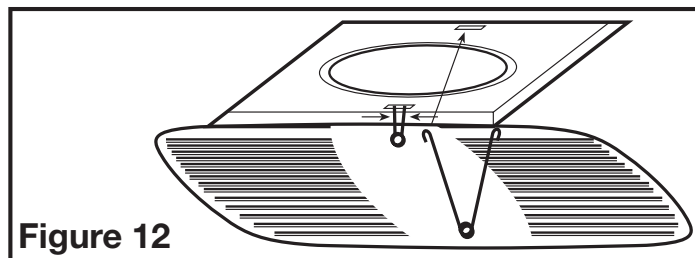

Figure 12
- Installer la grille en pressant ensemble les deux extrémités des ressorts et en les installant dans les fentes du châssis du ventilateur. Pousser la grille en position (Figure 12).